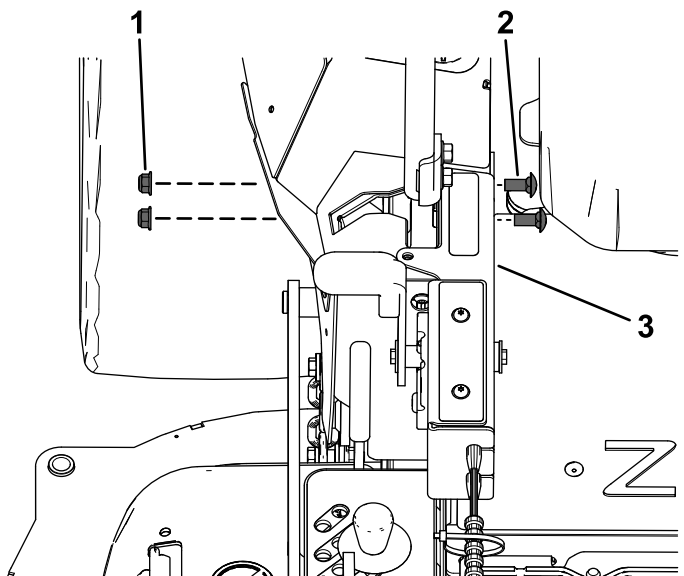

Figura 17
6. Fissate il quadro di comando sulla protezione del comando del movimento destro con 2 bulloni a testa tonda ($\frac{3}{8}$ " x $\frac{7}{8}$ ") e 2 dadi di bloccaggio ($\frac{3}{8}$ "), come mostrato nella Figura 17.